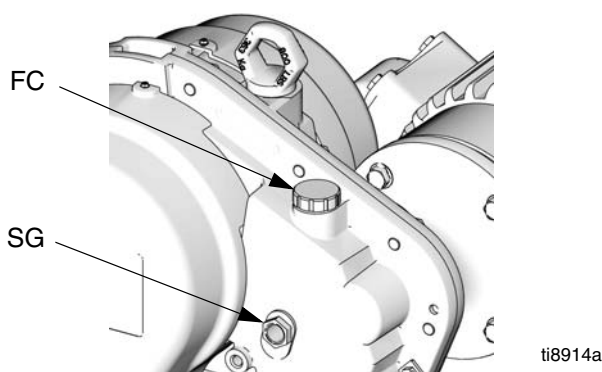

FIG. 5. Remplissage d'huile
Ouvrez le bouchon de remplissage (FC) et remplissez le réservoir d'huile du démultiplicateur avec 1,9 litres (2 quarts) d'huile 288414 Graco (douze bouteilles de 0,95 litre (1 quart)). Vérifiez le niveau d'huile par l'intermédiaire de la fenêtre (SG) sur le boîtier du démultiplicateur. Ne remplissez pas trop. Consultez la FIG. 5.